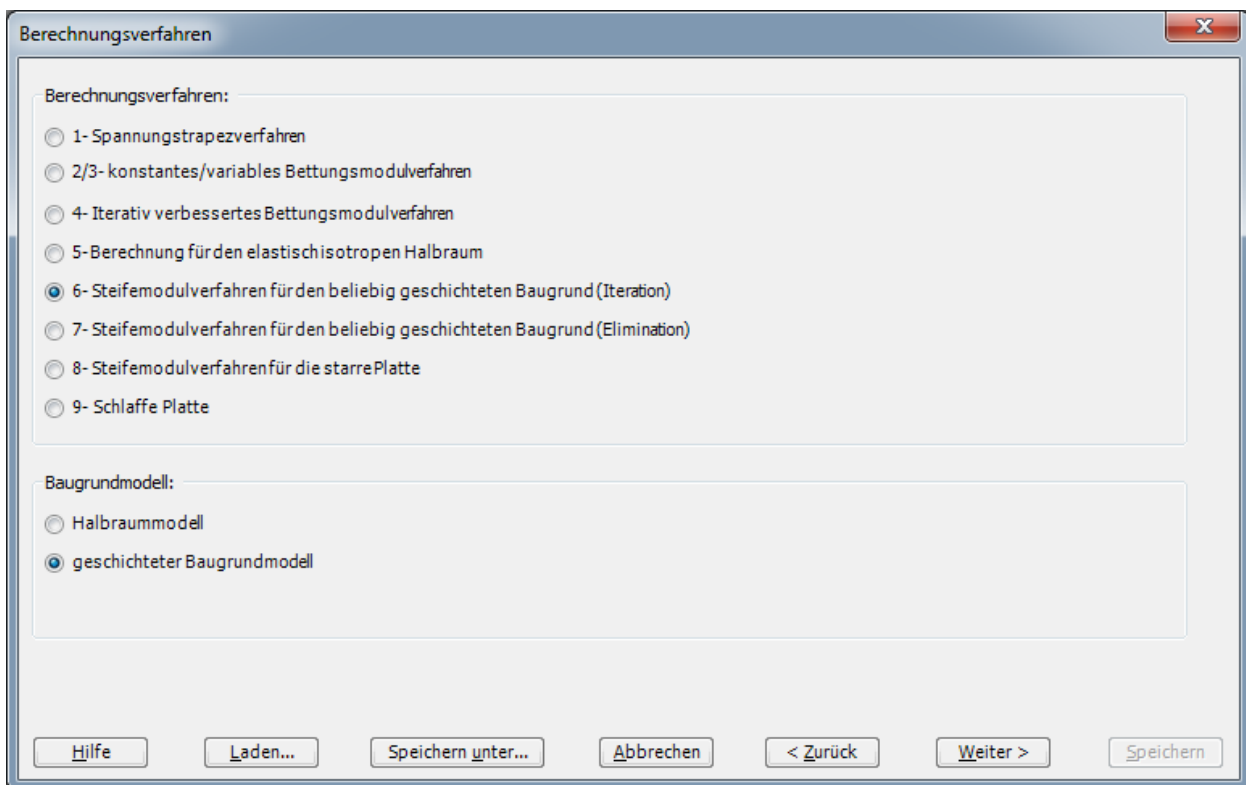

Bild 3.3 Menü "Berechnungsverfahren"
Nach Klicken der Schaltfläche "Weiter" erscheint das Menü "Berechnungsverfahren" (Bild 3.3).
- Wählen Sie "6-Iteratives Steifemodulverfahren für die elastische Platte" (Bild 3.3)